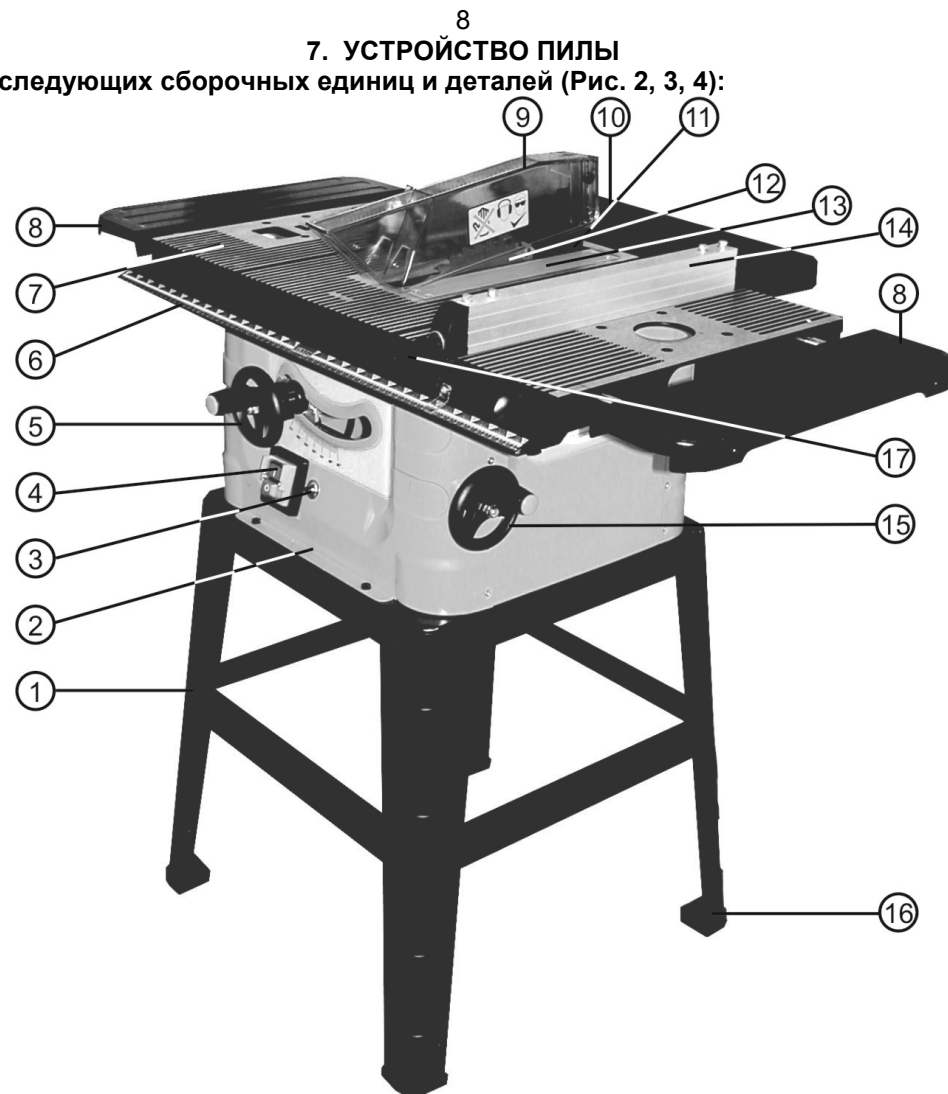

Рис. 2
7.1. Пила состоит из следующих сборочных единиц и деталей (Рис. 2, 3, 4):